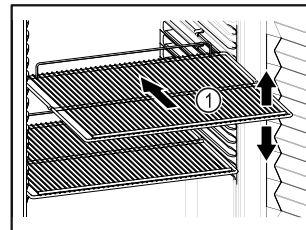

Fig. 61 例图
- 如果存放格栅 Fig. 61 (1) 可移动，则根据高度进行调整。